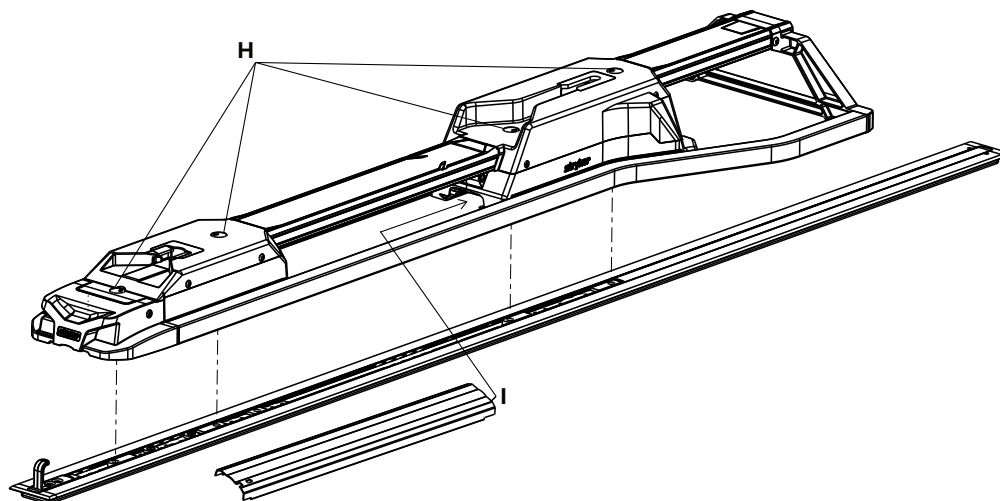

Figura 17 – Acople la sujeción
17. Rote media vuelta las tapas giratorias (H) para acceder a los pernos de la placa de suelo fijados que se encuentran debajo de las tapas (Figura 17).
19. Con una llave hexagonal de 3/8", instale los otros tres pernos unidos a la placa de suelo (H) en las dos regletas de ajuste (Figura 17).
23. Inserte el lado que no tiene la muesca del conjunto de la cubierta central (6392-001-011) (I) en la abertura del alojamiento del extremo de la cabeza (Figura 17).
- _____ Con una llave de apriete, apriete los cuatro pernos de la placa de suelo fijados (A) a 60 ± 10 ft-lb (81 ± 14 Nm) (Figura 17).